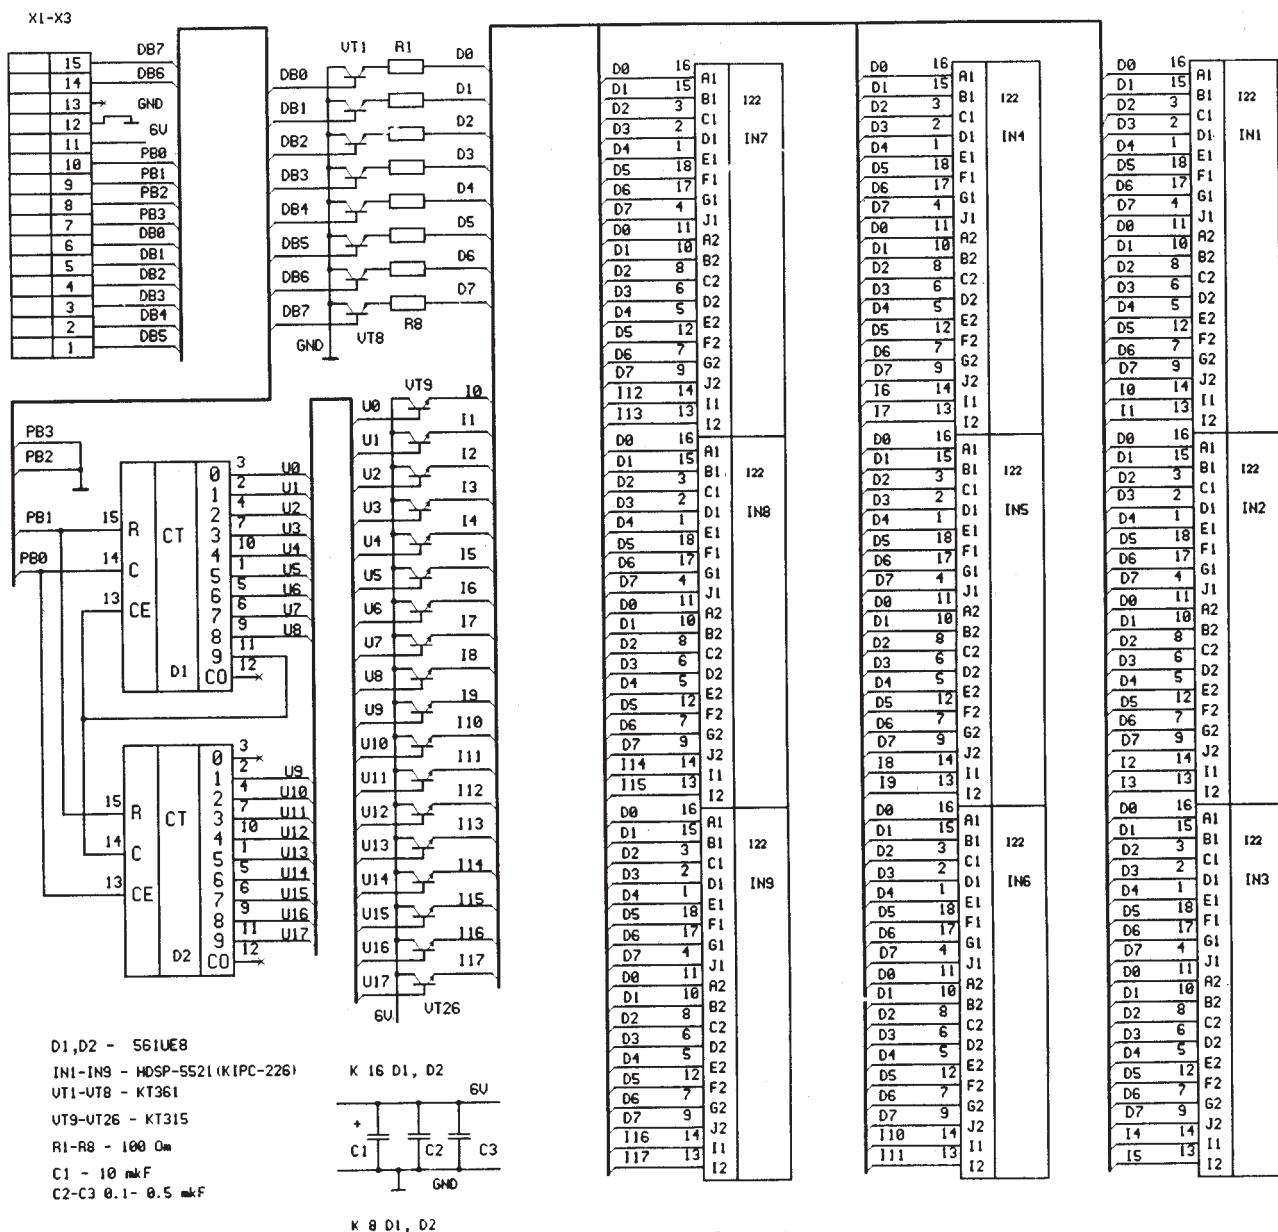

Рис. 8. Схема индикаторной платы
5.3.10. Работа индикаторной платы IND1.2 (Рис.8) основана на динамическом управлении зажигания сегментов. Сигналы DB0...DB7 определяют зажигаемый сегмент цифры . Сигналы PB0,PB1 определяют момент зажигания соответствующей цифры.
Рис. 8 а. Схема индикаторной платы
Рис. 8 б. Схема индикаторной платы
Рис. 8 в. Схема индикаторной платы
Рис. 8 г. Схема индикаторной платы